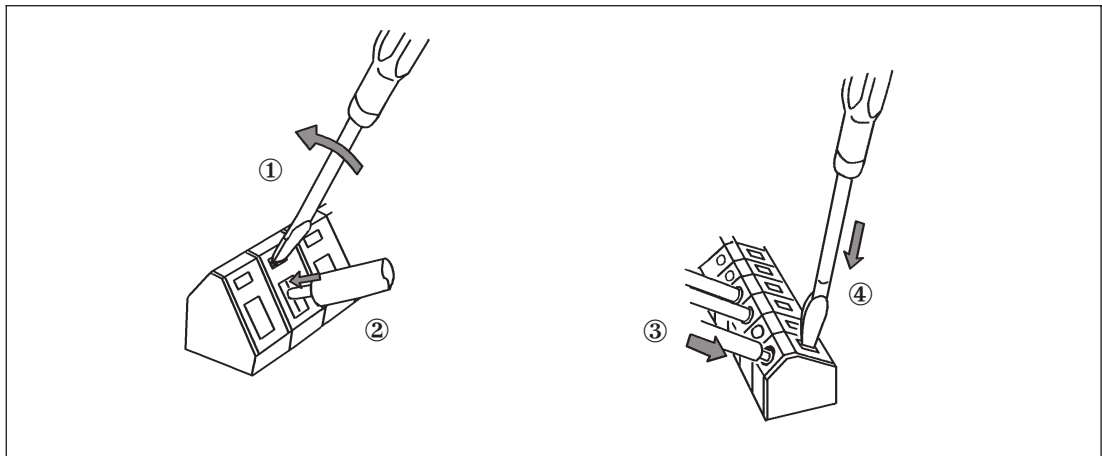

Abb. 3-1: Handhabung der Klemmen
Netzanschlußkabel um 5 bis 6 mm abisolieren. Schlitz-Schraubendreher in die obere Öffnung ① und das abisolierte Ende des Netzanschlußkabels in die untere Öffnung ② stecken, wobei der Schraubendreher in Pfeilrichtung gedrückt wird (siehe Abb. 3-1 links). Sobald der abisolierte Teil fast vollständig in die Klemme eingesteckt ist, kann der Schraubendreher herausgezogen werden.
Steuerkabel um 8 bis 10 mm abisolieren. Schlitz-Schraubendreher in die rechte Öffnung ④ und das abisolierte Ende des Netzanschlußkabels in die linke Öffnung ③ stecken, wobei der Schraubendreher in Pfeilrichtung gedrückt wird (siehe Abb. 3-1 rechts). Sobald der abisolierte Teil fast vollständig in die Klemme eingesteckt ist, kann der Schraubendreher herausgezogen werden.